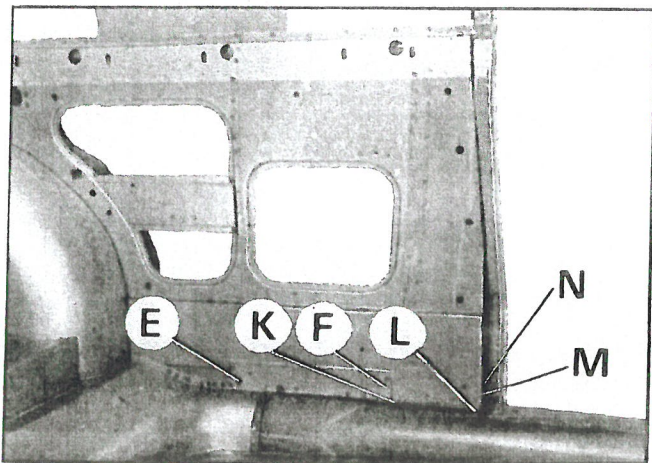

Fig. 4
- OP (fig 4)
- QR (fig 4)
Débraser en Y (fig 4)
- Braser en Y (fig 4)